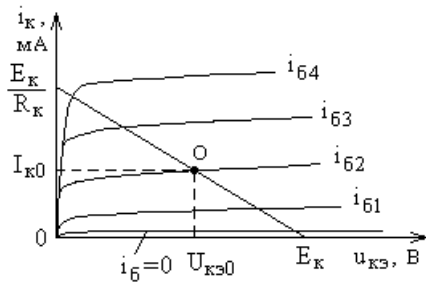

Рисунок 5 – К построению нагрузочной прямой
3. Из условия (19) выбираем сопротивление в цепи коллектора R_k , используя стандартный ряд значений.
4. По точкам с координатами $(E_k; 0)$ и $(0; E_k/R_k)$ на семействе выходных характеристика транзистора VT1 строим нагрузочную прямую постоянного тока (рисунок 5).